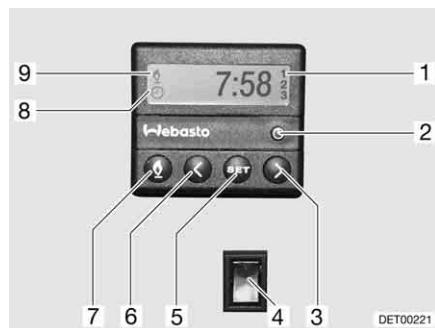

Fig. 170 Centralina di controllo per riscaldamento fisso
- Premere il tasto (Fig. 170,7). Il funzionamento del riscaldamento viene indicato con il simbolo (Fig. 170,9). La ventola viene inserita solo quando la temperatura dell'acqua di raffreddamento è pari a 30 °C.
- Premere il tasto (Fig. 170,7). Il simbolo (Fig. 170,9) si spegne.
- Premere l'interruttore (Fig. 170,4) in basso. Il motore viene preriscaldato. La ventola viene inserita immediatamente.
- Premere l'interruttore (Fig. 170,4) in alto. Il motore rimane freddo.
- Premere il tasto (Fig. 170,2). L'impostazione dell'ora viene indicata con il simbolo (Fig. 170,8).
- Impostare l'ora con i tasti (Fig. 170,3 e 6).
- Premere il tasto (Fig. 170,5).
- Impostare l'orario di accensione con i tasti (Fig. 170,3 e 6) entro 10 secondi.
- Premere il tasto (Fig. 170,5) fino a che nel display (Fig. 170,1) non appare il numero di programmazione desiderato.